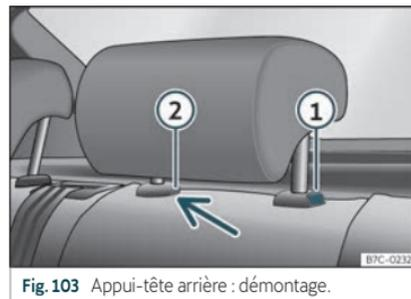

Fig. 103 Appuie-tête arrière : démontage.
- Appuyez sur la touche >>> fig. 103 ①, en appuyant en même temps sur l'orifice de sécurité ② avec un tournevis plat de 5 mm de largeur maximum et retirez l'appuie-tête.